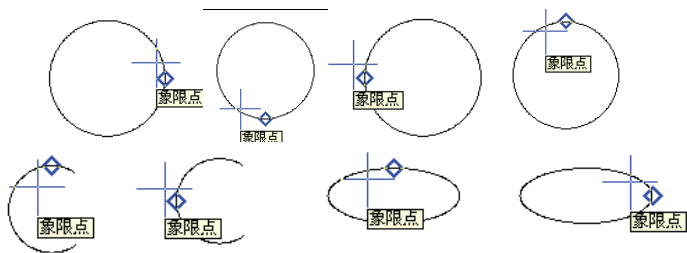

图 1-55 捕捉象限点
⑥ 象限点 (QUAdrant): 捕捉到圆弧、圆或椭圆的最近的象限点 ( $0^\circ$ 、 $90^\circ$ 、 $180^\circ$ 、 $270^\circ$  点)。圆和圆弧的象限点的捕捉位置取决于当前用户坐标系 (UCS) 方向。要显示“象限点”捕捉, 圆或圆弧的法线方向必须与当前用户坐标系的 Z 轴方向一致。如果圆弧、圆或椭圆是旋转块的一部分, 那么象限点也随着块旋转, 如图 1-55 所示。